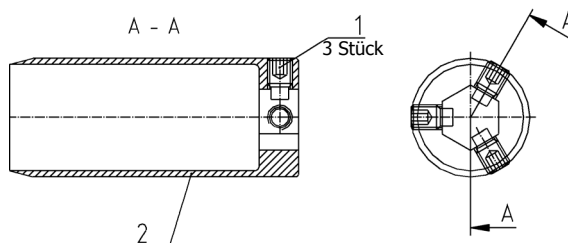

Abbildung 2: Messerwechsel
- 3 Stück Schrauben (1) nacheinander ausschrauben (siehe Abb. 2).
- Messer (2) von der Sechskant-Aufnahme abziehen.
- Montage in umgekehrter Reihenfolge. Die Schrauben (1) gleichmäßig anziehen!